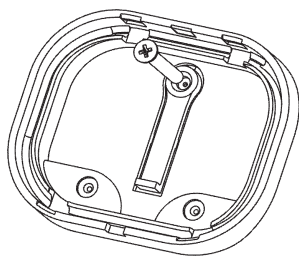

Рисунок 3
Для контроля отрыва сигнализатор крепится к охраняемому предмету шурупом через вскрываемое крепежное отверстие (7) (рисунок 3).